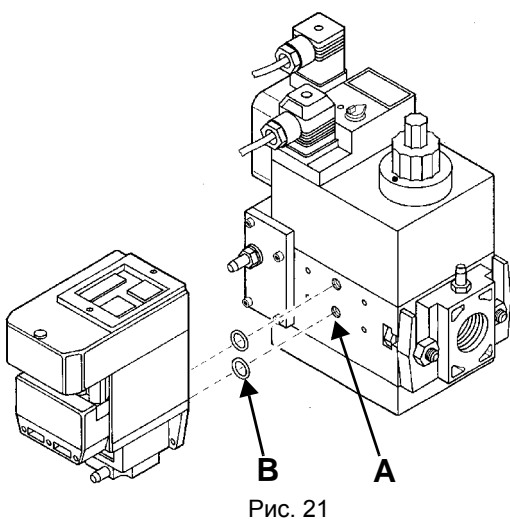
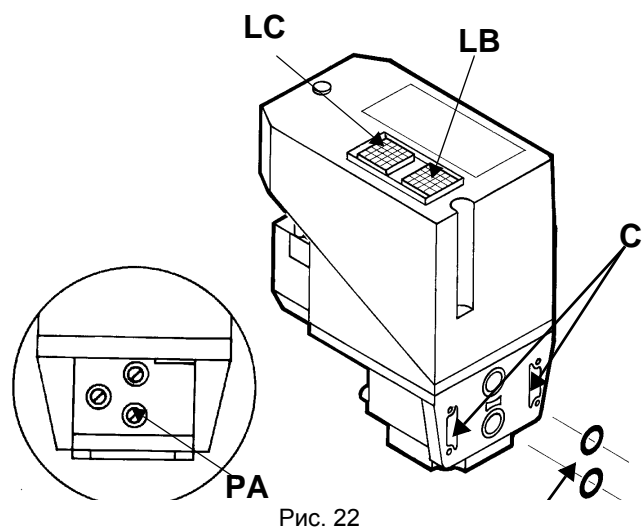

Рис. 21
Рис. 22
- 3). снять крепежные винты группы Multibloc (Рис. 21-А)
- 4). вставить уплотнительные кольца (10,5x2,25) в VPS 504 (Рис. 22-В, Рис. 21-В)
- 5). закрутить 4 винта блока контроля герметичности (M4x16) Рис. 21-С.
Для проверки работы, подсоедините манометр к штуцеру для отбора давления **PA** (Рис. 22). Если проверка завершилась положительно, через несколько секунд загорается жёлтая лампочка **LC**. В противном случае загорается красная лампочка блокировки **LB**. Чтобы перезапустить горелку, необходимо разблокировать блок управлением нажатием на светящуюся кнопку **LB**.